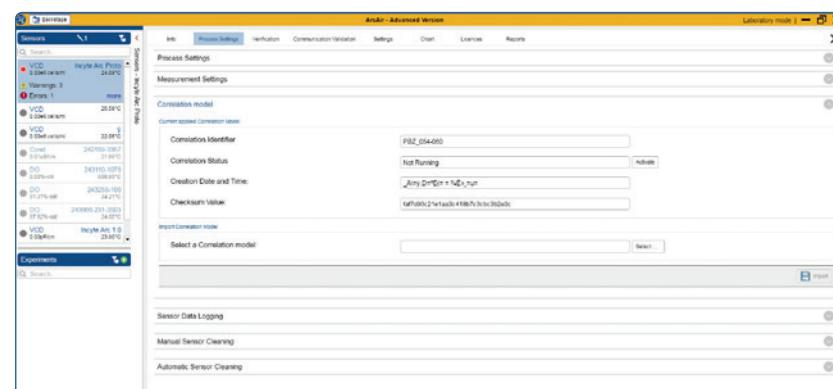

Figure 19: Arc Data Model Import
- 2) Select «Manual Sensor Cleaning» (figure 19).